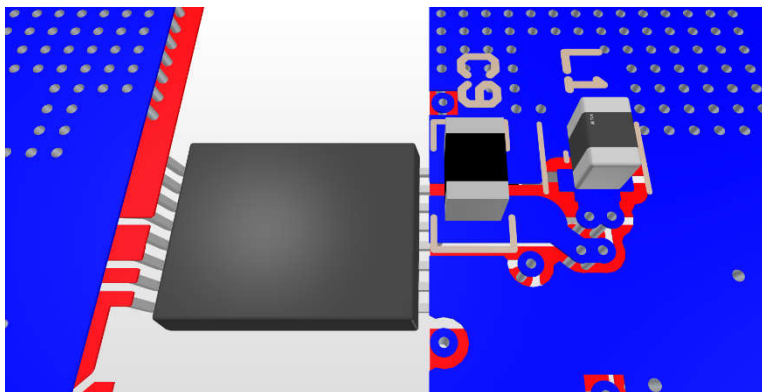

図 8-9. 底面、昇降圧、VEE LC の配置と配線
- 2.2 μ F の高周波バイパス コンデンサ (C9) は、VEE および COM ピンのできるだけ近くに配置します。3MHz から 4MHz までの自己共振周波数は、3.3 μ H のインダクタ (L1) を選択した昇降圧コンバータのスイッチング周波数ノイズに対して低インピーダンスのデカップリングを実現するために最も理想的です。VEE 昇降圧コンバータのコンデンサと内部ローサイド MOSFET との間のスイッチング ループを低減するために、コンデンサを PCB のさまざまな側に配置し、ビアを使用して接続することも可能です。さらに、コンデンサを異なる側に配置すると、VDD ピンと COM ピンのデカップリング コンデンサの配置が簡素化されます。図 8-9 に、C9 と L1 を PCB の底面に配置する例を示します。